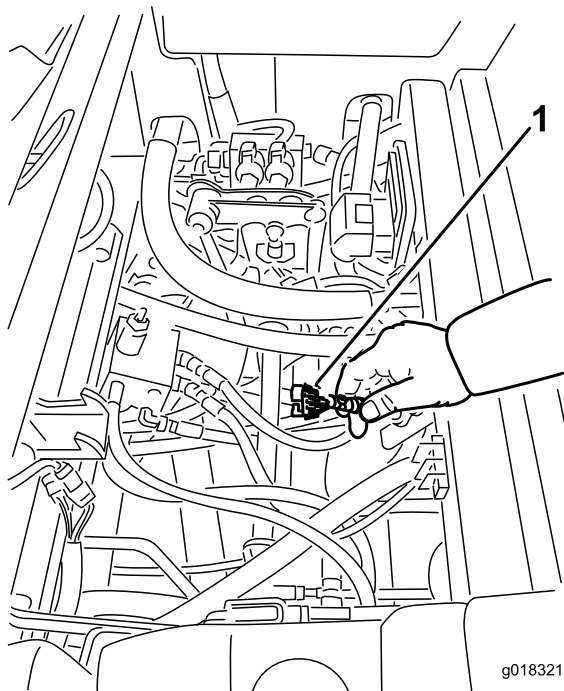

図 18
3. コントローラの近くにあるワイヤハーネスとそのコネクタを探し出す 図 18。